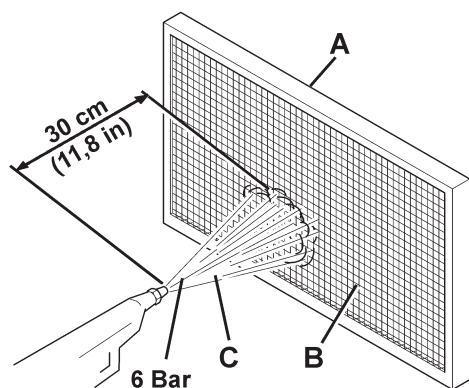

Figure 14
18. A l'extérieur, dans un endroit approprié, nettoyer le filtre en le secouant sur une surface horizontale et propre, en battant le côté (A, Fig. 14) opposé à celui du tamis (B).
- Installer le filtre avec le tamis (B, Fig. 14) tourné vers le haut.